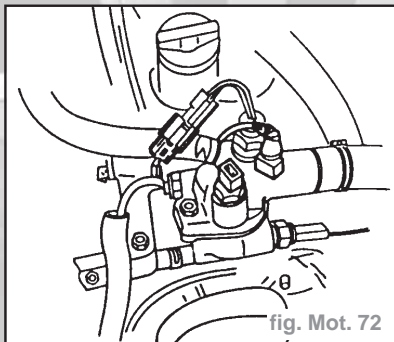

fig. Mot. 72
- Débrancher le connecteur du capteur de température sur le boîtier de thermostat (fig. Mot. 72).